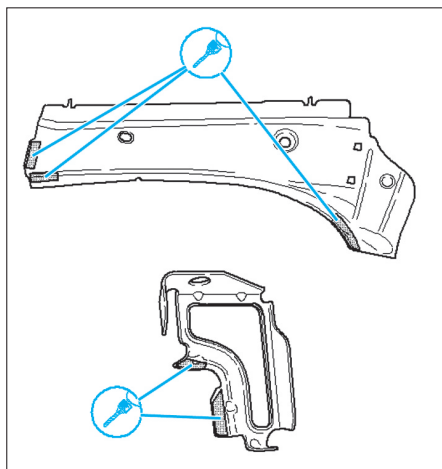

FIG. 7
- Percer des trous de 7 mm de diamètre pour le soudage (Fig.7).